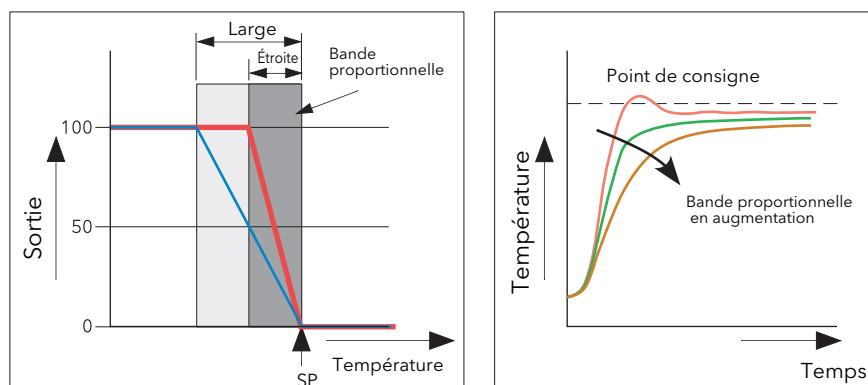

Figure B2.2.2a Effet de la bande proportionnelle (action inverse)
La bande proportionnelle (BP) fournit une sortie proportionnelle à l'amplitude du signal d'écart. Il s'agit de la plage où la puissance de sortie est continuellement réglable de manière linéaire, de 0 % à 100 % (pour un régulateur à chauffage seul). En dessous de la bande proportionnelle, la sortie est entièrement activée (100 %), au dessus de la bande proportionnelle, elle est entièrement désactivée (0 %) comme le montre la figure B2.2.2a.
La figure B2.2.2a montre également l'effet du rétrécissement de la bande proportionnelle jusqu'au point d'oscillation. Une bande proportionnelle large entraîne une régulation en ligne droite, mais avec une erreur initiale non négligeable entre le point de consigne et la température réelle. À mesure que la bande se rétrécit, la température se rapproche du point de consigne jusqu'à devenir instable.